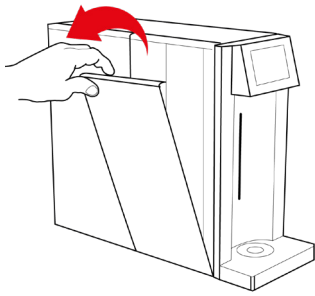

Fig. 1-13
40.2 – Aprire il pannello laterale tirando verso l'esterno fino a completa estrazione, vedi Fig. 1-13.